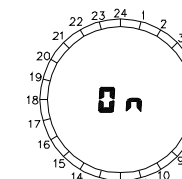

fig.5c
- Tenere premuto per qualche secondo il tasto **DAY (MAN)** fino a che sul display scompare il programma e viene visualizzato lo stato del relè del funzionamento manuale ("**ON**" o "**OFF**") come in fig.5c;